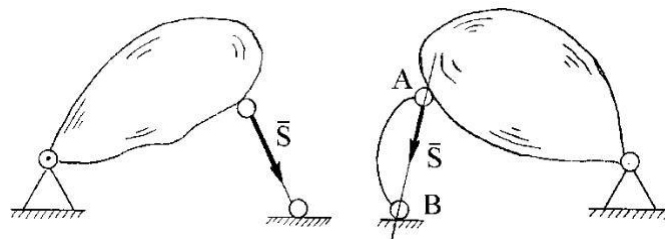

Рис. 1.19
**Невесомый стержень** (рис. 1.19). Реакция  $\vec{S}$  прямолинейного невесомого (идеального) стержня направлена вдоль этого стержня. Если связью является криволинейный стержень, то реакция направлена вдоль прямой  $AB$ , соединяющей концевые шарниры  $A$  и  $B$ .